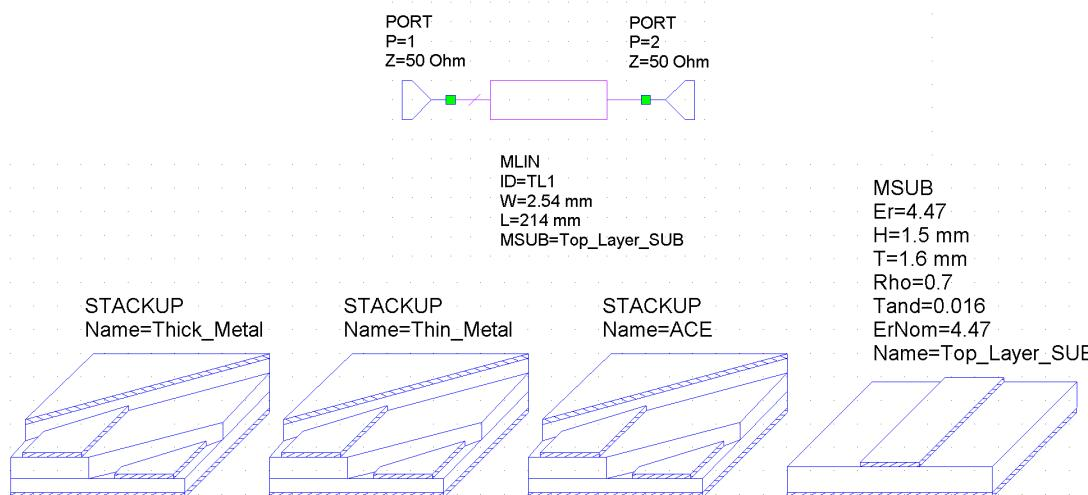

Figura 4: Esquemático para simulación
- Realice un esquemático de línea de transmisión con dos puertos; tal y como se muestra en la figura 4 Nota: Utilice el elemento de línea de transmisión: MLIN y puertos de interconexión. **NOTA: El modelo de simulación de una serpentina no es posible con el esquemático utilizado, es por ello que la comparación se hará con una línea de largo de 50 Ω.**